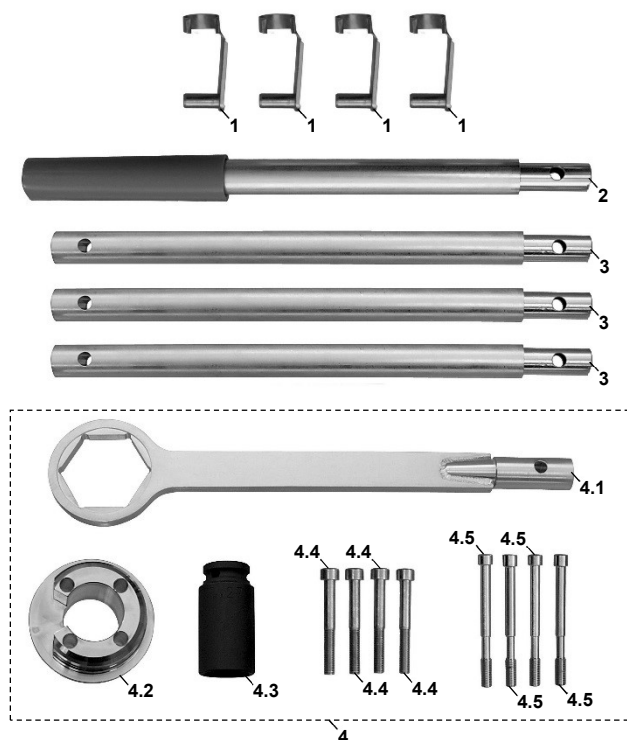

Fig. 1 : Extraire les vis de fixation de l'amortisseur de vibrations.
2. Extraire les vis de fixation de l'amortisseur de vibrations. (Fig. 1)